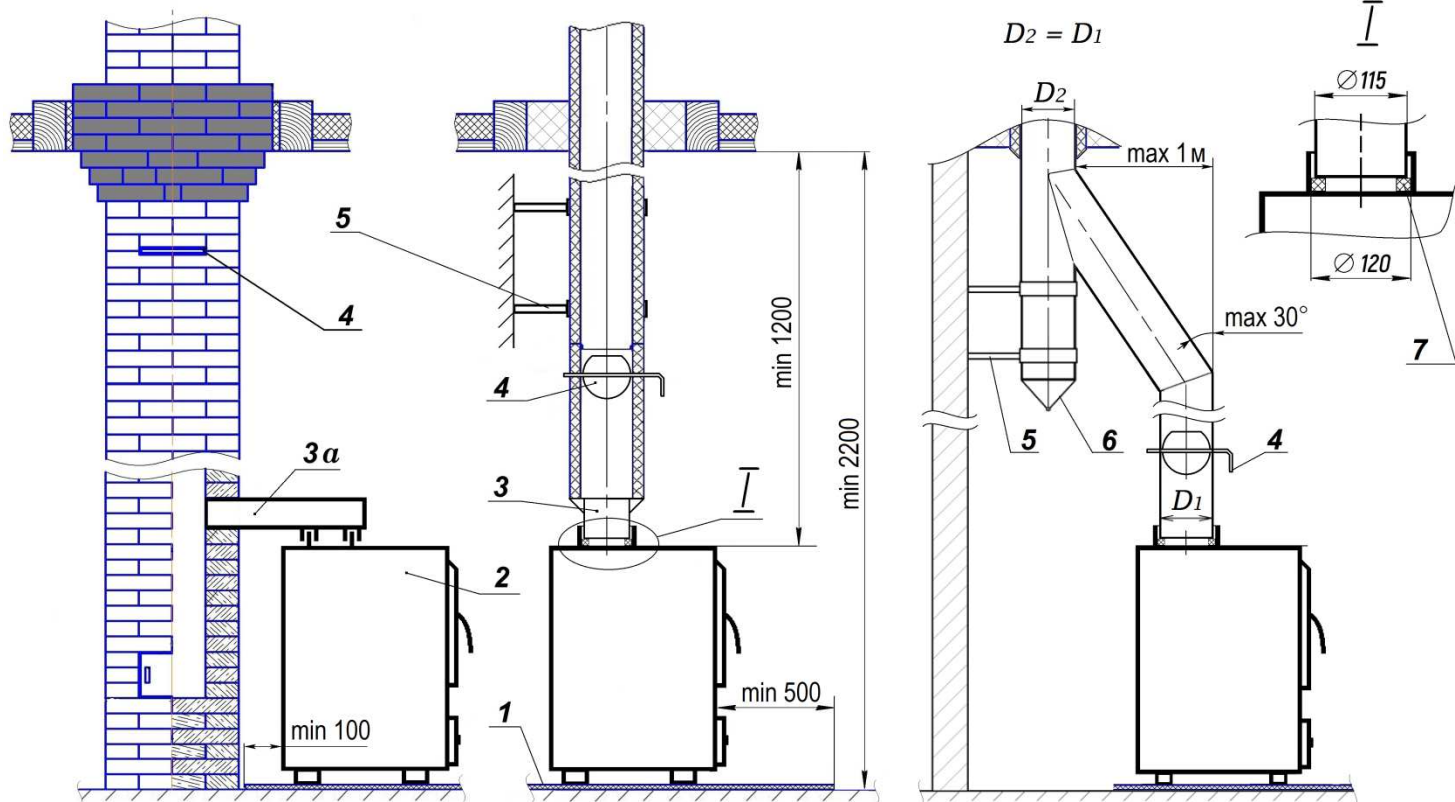

Рисунок 4. Монтаж котлов, имеющих выход дымохода «наверх»:
4.6. Варианты присоединения котла к дымовой трубе приведены на рис. 4 – 5.